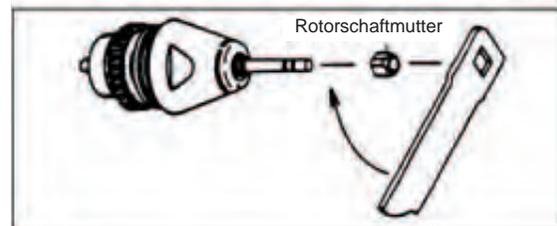

Abb. 15
- ③ Zum Schluss die Rotorschafthülse-Mutter über den Testbohrer aufsetzen und mit einem Schraubenschlüssel fest anziehen, während der Rotor festgehalten wird (Abb. 15).